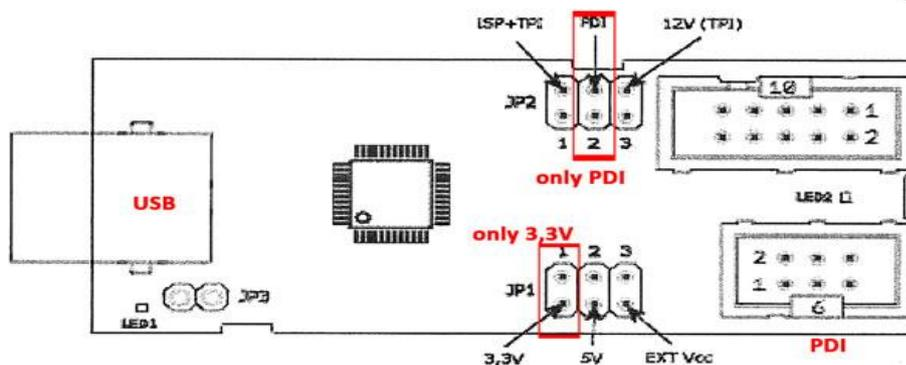

Рис. 29: Программатор Diamex ALL AVR
**Джамперы ставятся только на PDI и 3,3V (см рис. 29).** Внешнее питание VCC не рекомендовано, т.к. при отсутствии земляных потенциалов (встроенный DCC сигнал), программатор может сгореть. **Вы не должны ставить перемычку EXT VCC!**